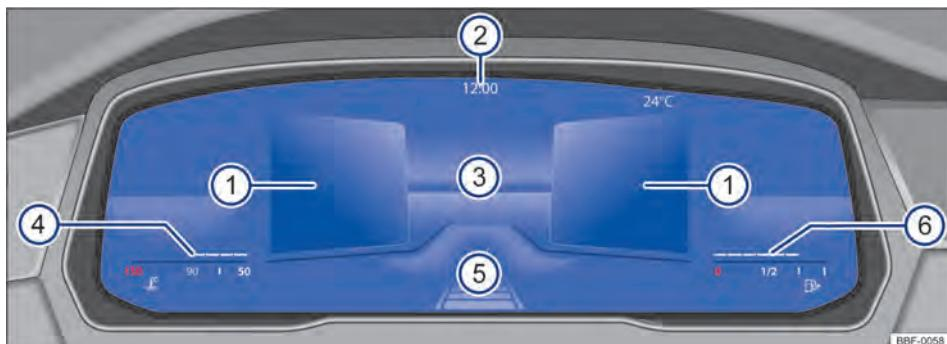

Fig. 12 Active Info Display (variante 2) no painel de instrumentos.
Explicações sobre os instrumentos → Fig. 12:
A exibição principal → Fig. 12 ③ pode ser alterada pressionando o botão **View** no volante multifunções. A representação na área de indicação pode exibir as seguintes vistas:
- **Resumo**: após o encerramento da prontidão para condução: exibição de informações sobre o status do veículo nas áreas ①, por exemplo, posição do hodômetro total.